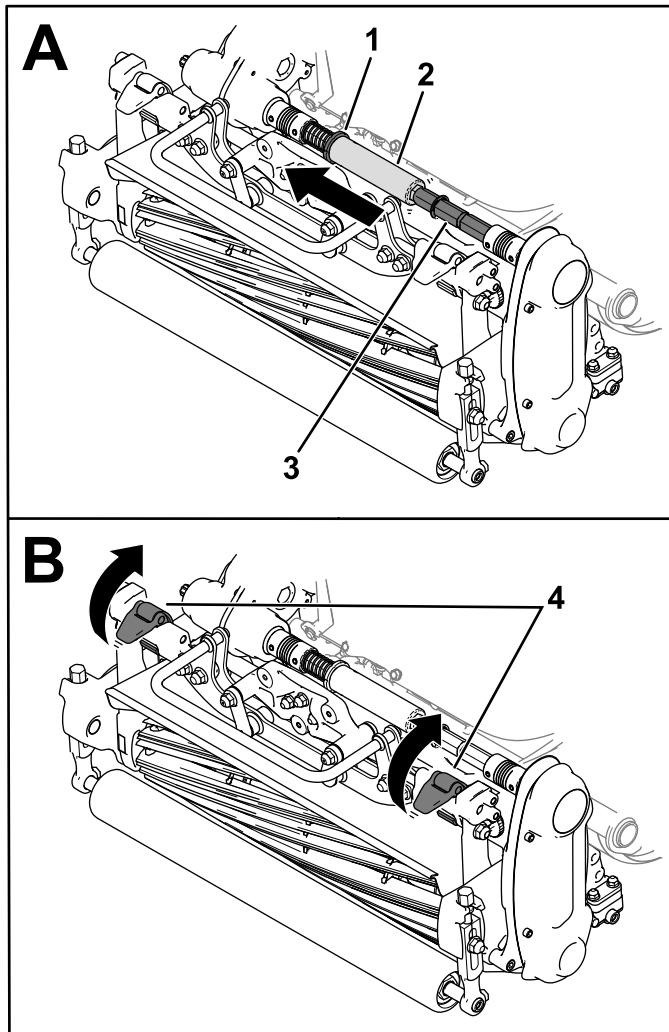

Bild 46
3. Schieben Sie den Bund (Bild 46) in die Nut der Getriebewelle.
4. Schieben Sie das Sechskantrohr von der Kupplungswelle des Mähwerks herunter (Bild 46).
5. Klappen Sie die Aufhängeriegel nach oben, um das Mähwerk von der Maschine zu lösen (Bild 46).